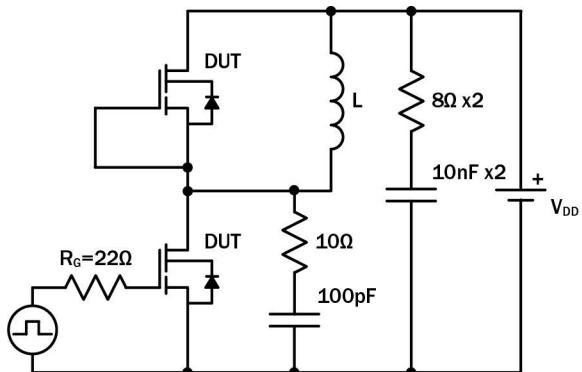
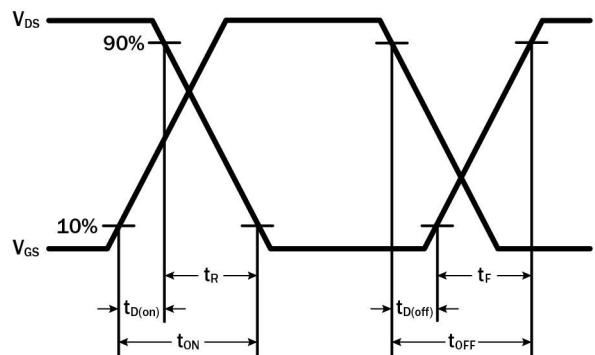

图 14. 开关时间测试电路
图 15. 开关时间波形
- a. 动态导通电阻;有关测试电路和条件,请参见图 14 和图 15